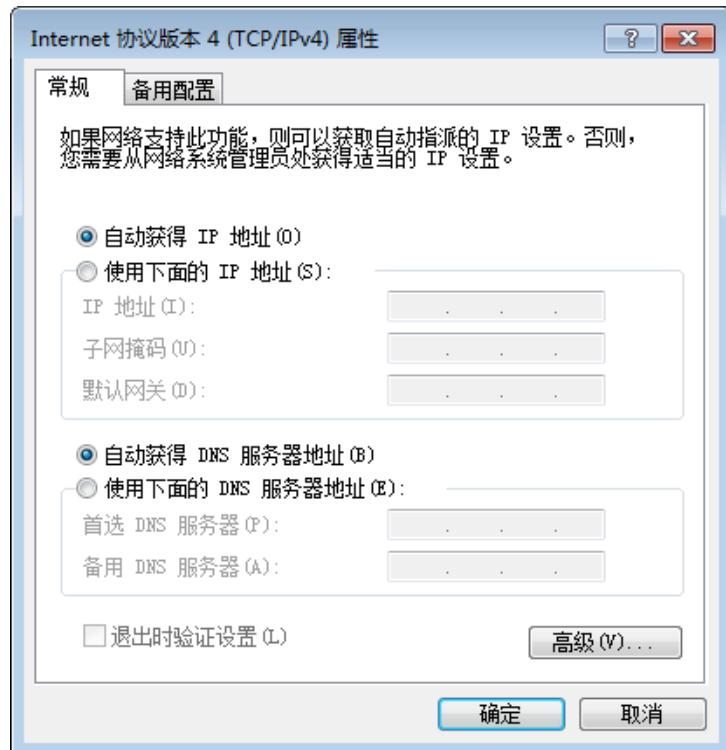

图3-2 本地网卡配置
1. 依次打开电脑上的控制面板—>网络和 Internet—>网络和共享中心—>更改适配器配置, 选择对应的网卡, 将网卡配置成自动获得 IP 地址或手动分配与相机同一网段地址, 如图 3-2 所示。